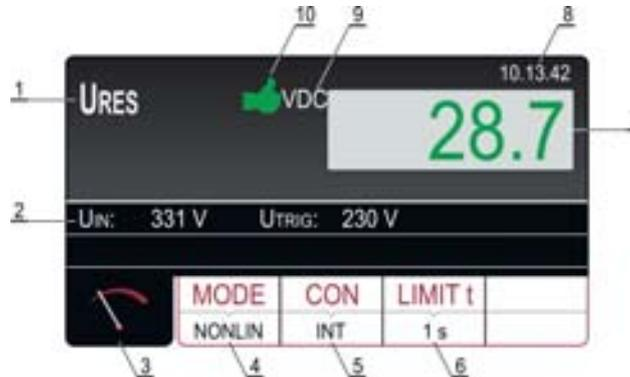

Abb. 32: Bildschirmseite der URES Testergebnisse
- 8) Das Testergebnis wird in grün angezeigt, vom grünen Symbol und einem kurzen Signalton begleitet, wenn es niedriger oder gleich 60 VRMS (AC oder DC, siehe Einheit) ist. Wenn das Ergebnis höher als 60 VRMS ist, wird es in rot angezeigt, vom roten Symbol und einem längeren Signalton begleitet. Die Abbildung 32 zeigt ein Beispiel der Bildschirmseite mit den Messergebnissen.
- 7) Das Testergebnis wird in grün angezeigt, mit grünem Symbol und einem kurzen Signalton begleitet, wenn es niedriger oder gleich 60 VRMS (AC oder DC, siehe Einheit) ist. Wenn das Ergebnis höher als 60 VRMS ist, wird es in rot angezeigt, mit rotem Symbol und einem längeren Signalton begleitet. Die Abbildung 32 zeigt ein Beispiel von einer Bildschirmseite mit den Messergebnissen.